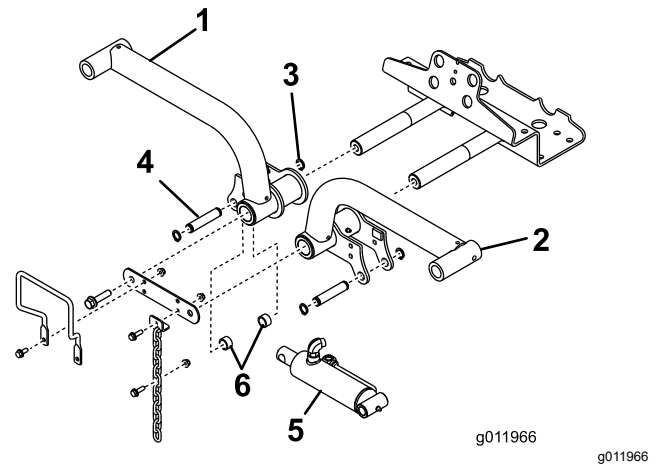

Figura 15
4. Inserite i bracci di sollevamento sui relativi alberi di articolazione (Figura 15) e fissate ogni collegamento ottenuto con l'attacco degli alberi di articolazione dei bracci di sollevamento e con i bulloni rimossi in precedenza.
6. Fissate l'estremità destra del cilindro di sollevamento al braccio di sollevamento destro con un perno e 2 distanziali (Figura 15). Bloccate il perno con un anello di fissaggio.